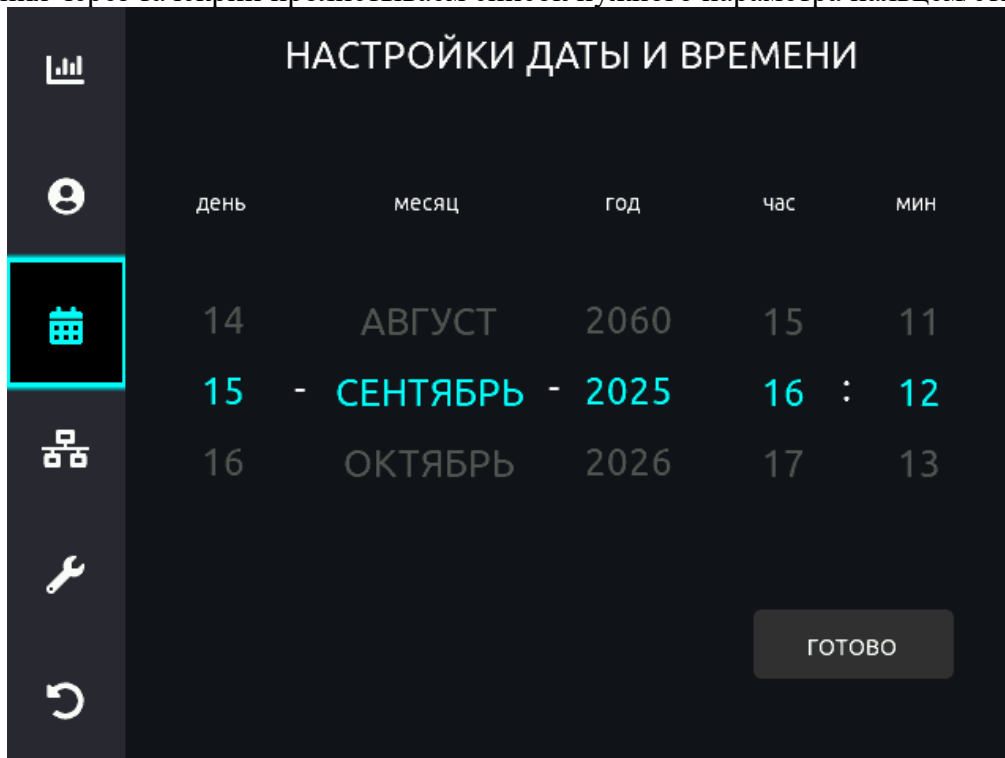

Рисунок 14 - Настройки даты и времени
*Настройки даты и времени*  представлены в виде прокручиваемого зацикленного списка (рисунок 14). Выбор месяца определяет перечень дней, выбор года определяет количество дней в феврале. Для редактирования поворотным манипулятором выбираем день/месяц/год и т.д., нажимаем. Поворачиваем поворотный манипулятор для выбора нужного варианта, нажимаем еще раз – выходим из режима редактирования, затем можем выбрать следующий параметр. Для редактирования через тачскрин пролистываем список нужного параметра пальцем/стилусом.